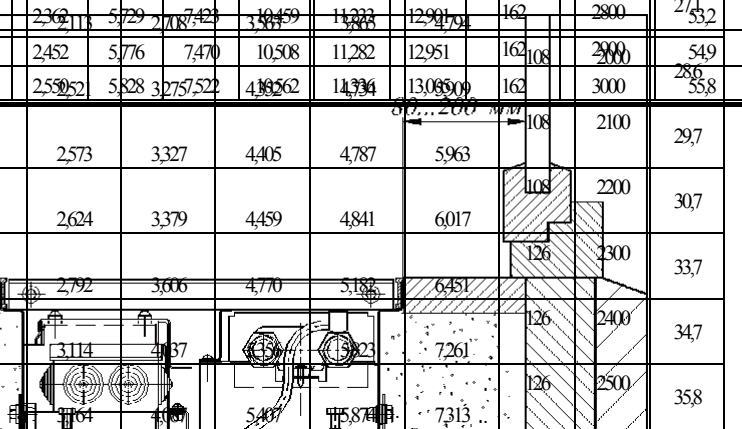

Рис.5
5.2 Конвектор монтируется в пол, для этого необходимо установить корпус конвектора в заранее подготовленный канал в полу, вставить его в уровень чистого пола, с помощью упорных болтов закрепить опорными (см. Рис.5).